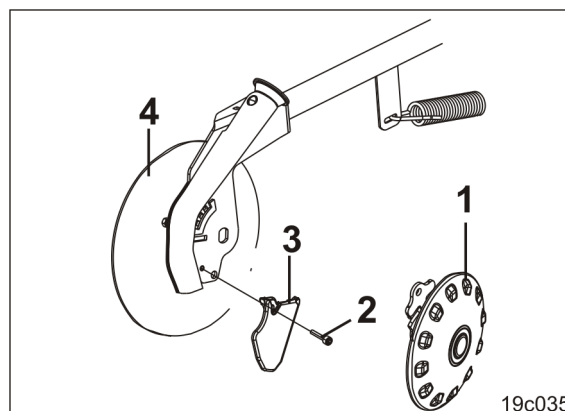

Fig. 119
1. Demontați discul din material plastic (Fig. 119/1) (vezi cap. „Reglarea discurilor de material plastic RoTeC“, în pagina 98).
2. Desfaceți șurubul cilindric (Fig. 119/2) (momentul de strângere al șurubului 30-35 Nm).
3. Înlocuiți cuțitul uzat (Fig. 119/3) și montați în ordine inversă.
Cuțitul (Fig. 119/3) nu are voie să iasă dincolo de marginea discului de distribuție (Fig. 119/4). Dacă este necesar, înlocuiți discul de distribuție.